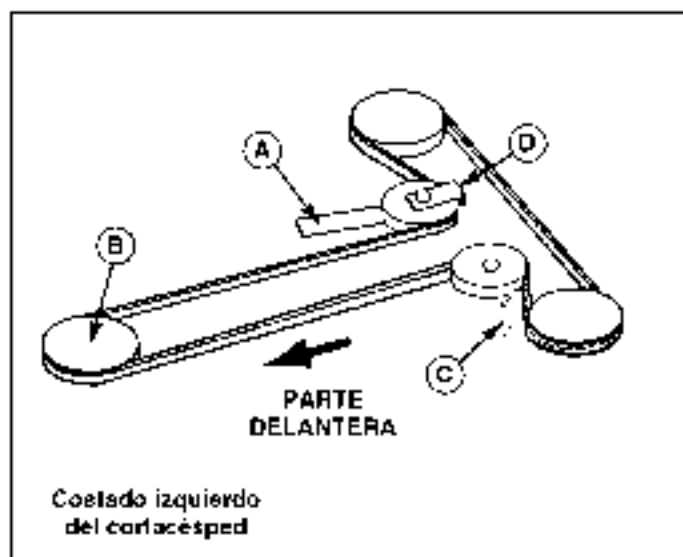

Figura 28. Correas del cortacésped típico en plataformas de dos cuchillas
- Empuje el brazo secundario libre (A, Figura 28) para soltar la correa. Saque la correa de la polea de loma de fuerza (embrague eléctrico).